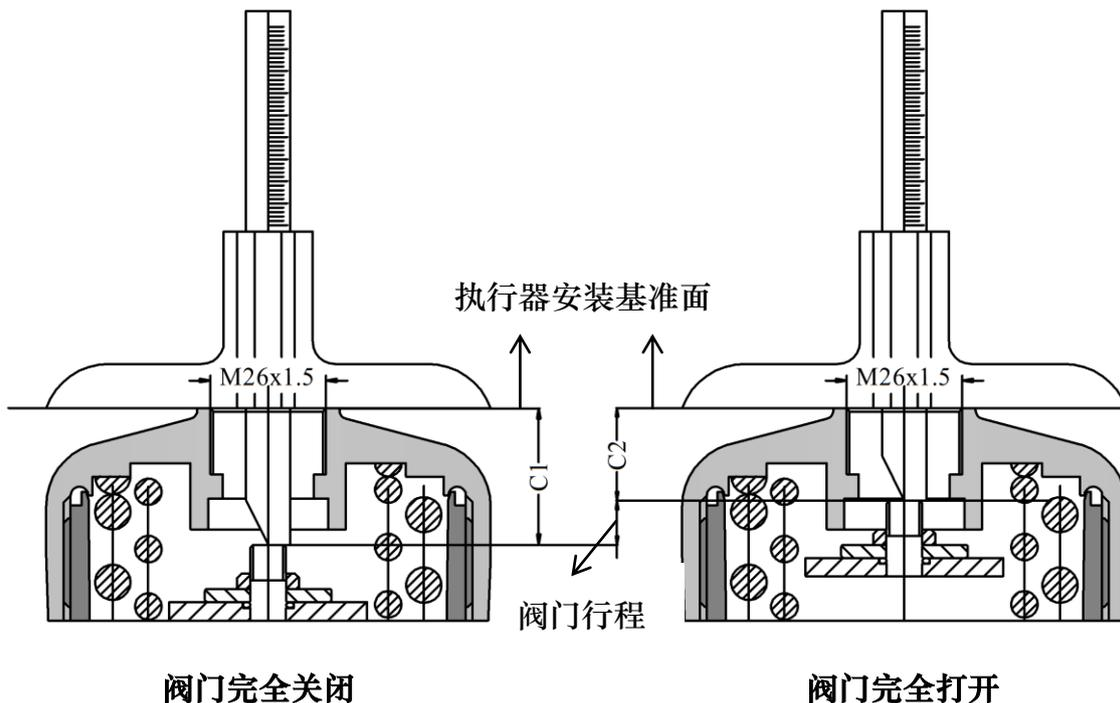

图38. C1 值和 C2 值测量
- 阀门处于完全关闭和完全打开状态时, 用深度尺分别测量执行器阀杆顶端到执行器顶部安装基准面的距离 C1 值和 C2 值 (图 38 中标注所示), 并记录。